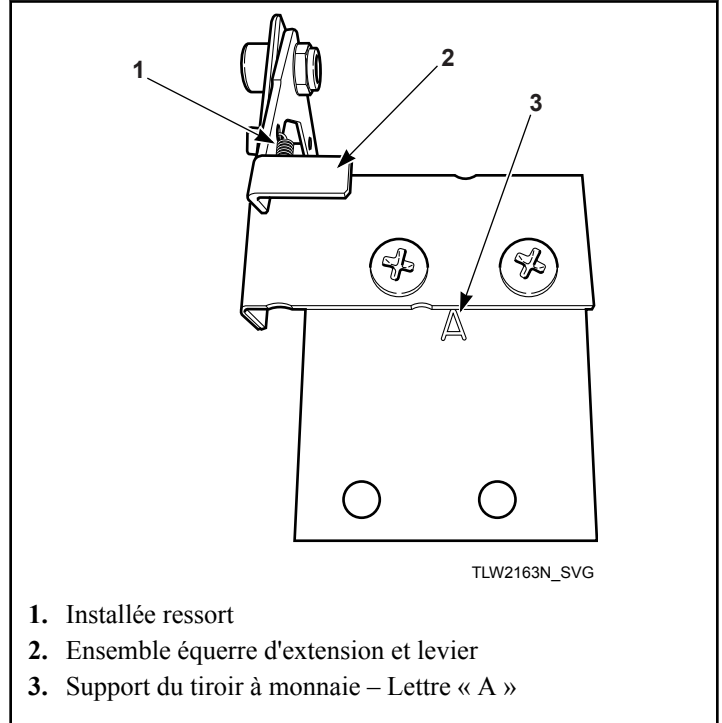

Figure 36
5. Fixer l'ensemble équerre d'extension et levier au support du tiroir à monnaie à l'aide de deux vis et de deux contre-écrous. Se reporter à la *Figure 36*.
IMPORTANT : Installer le support du tiroir à monnaie de façon à ce que la lettre « A » soit vers le haut et pointe vers l'ensemble équerre d'extension et levier. Se reporter à la *Figure 36*.